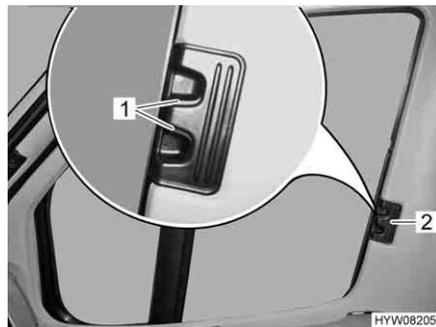

Bild 91 Faltverdunklung für Fahrer-/ Beifahrerfenster
- Entriegelungsgriffe (Bild 91,1) zusammendrücken und gedrückt halten.
- Die Faltverdunklungen für das Fahrerfenster und das Beifahrerfenster am Griff (Bild 91,2) zur anderen Fensterseite ziehen und an den Magnetstreifen aneinanderfügen.
- Die Faltverdunklungen für das Fahrerfenster und das Beifahrerfenster am Griff (Bild 91,2) bis zum Anschlag einschieben.
- Entriegelungsgriffe (Bild 91,1) loslassen und einrasten lassen.